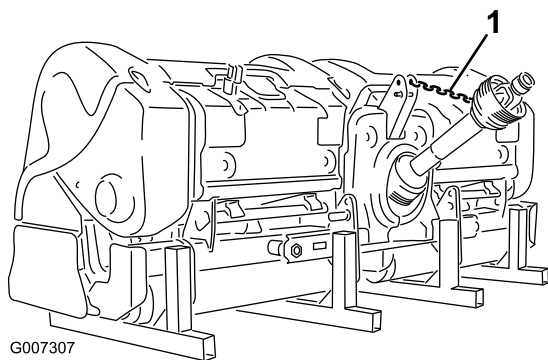

Figura 45
12. Collegate la catena della presa di forza al carter della presa di forza per evitare che l'albero della presa di forza tocchi il suolo (Figura 45).